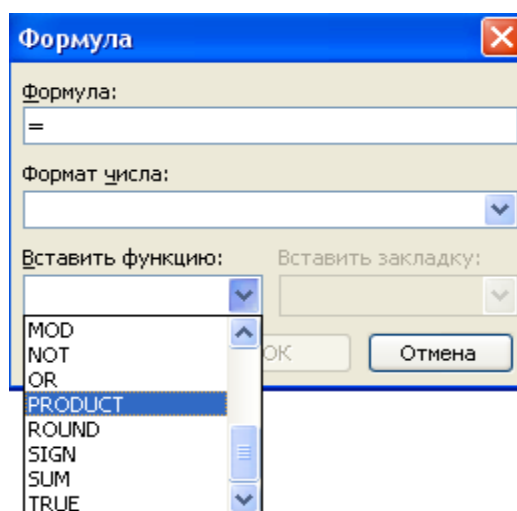

Рисунок 7 – Вид диалогового окна *Формула*
- из поля список *Вставить функцию* выбрать имя встроенной функции (рисунок 7);